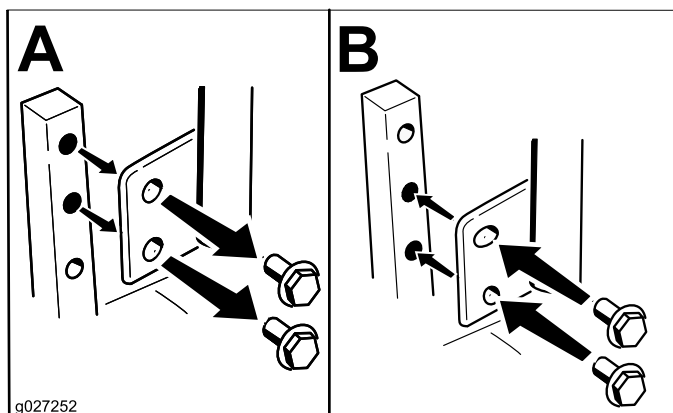

Figura 20
2. Afloje el perno inferior lo suficiente para poder desplazar hacia adelante o hacia atrás la palanca de control (Figura 20).
Las palancas de control de movimiento pueden ser ajustadas hacia arriba o hacia abajo para que su manejo sea más cómodo (Figura 20).